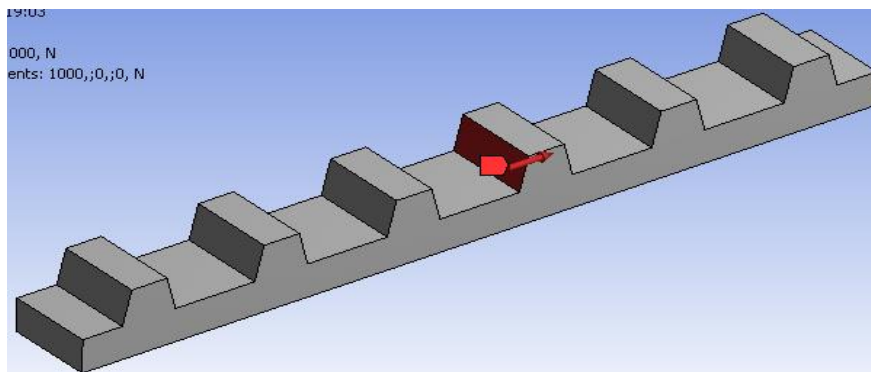

Рис. 7. Навантаження на рейку
4.5. В якості навантаження вибираємо дію сили на зубець рейки (рис. 7):